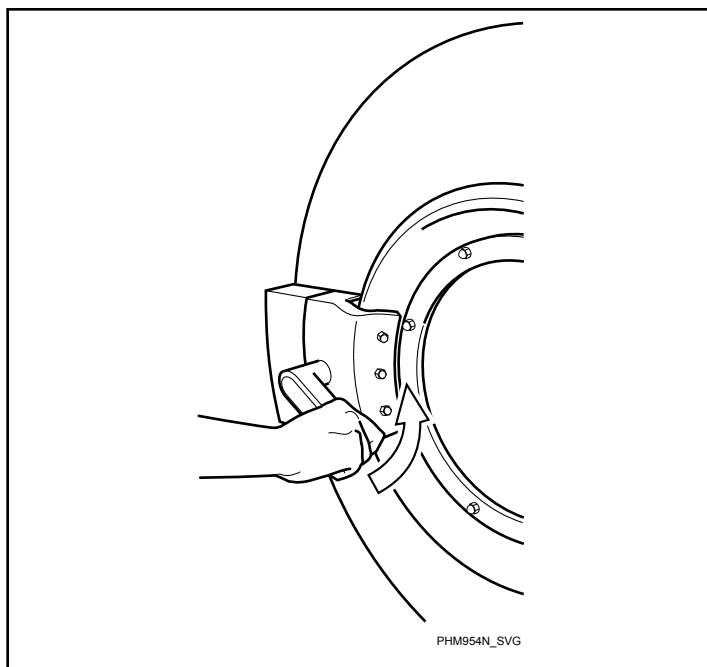

図 42
4. 左回りにハンドルを回して、ドアを閉じます。図 42 を参照してください。